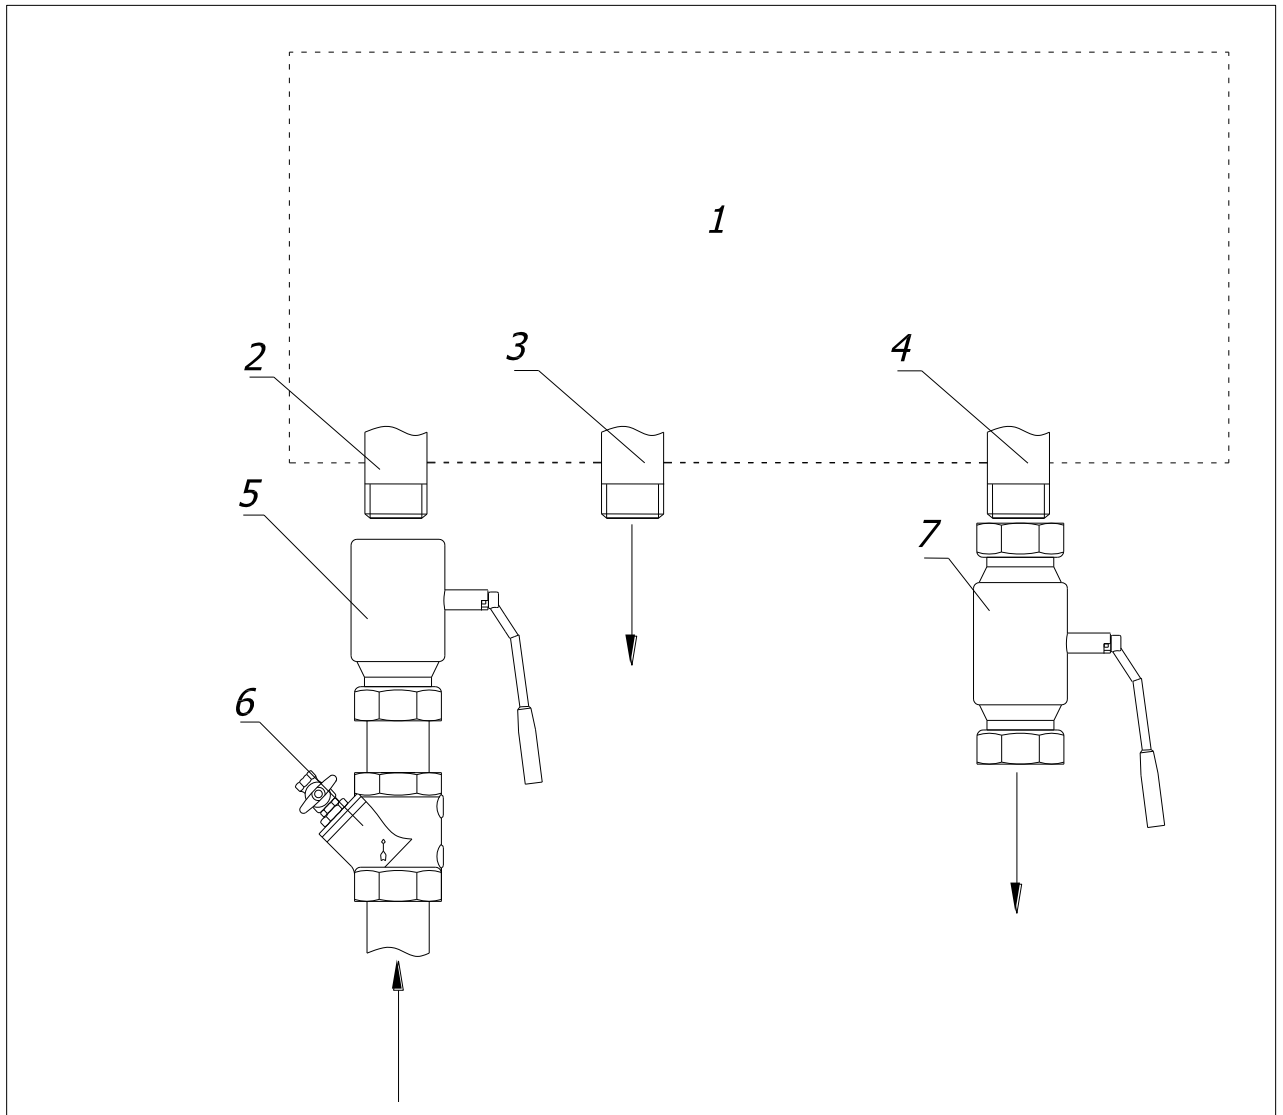

Рис. 3. Схема подключения к Дымофильтру холодной воды, отвода горячей, а также слива жира с поддона:
- c. Открыть «шаровой кран» для подачи холодной воды в блок водяного охлаждения (Рис. 3, поз.5);
- d. Проверить подключение слива горячей воды в канализационную систему из блока водяного охлаждения к «штуцеру слива горячей воды» (Рис. 3, поз.3);
- c. Закрыть «шаровой кран» для подачи холодной воды блок водяного охлаждения (Рис. 3, поз.5).